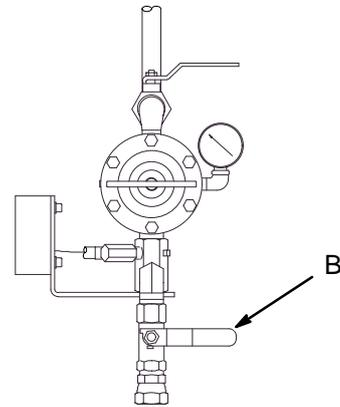

Fig. 4
#### 6. Fig. 4. Cierre la válvula accesoria de aire principal de purga (B).